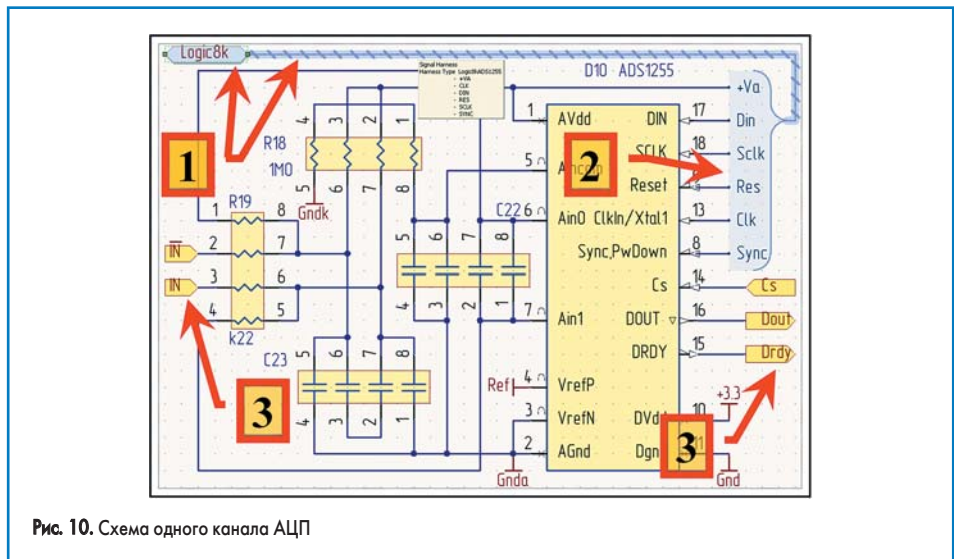

Рис. 10. Схема одного канала АЦП
- Итак, с учетом применения **Signal Harness**, схема представлена в следующем виде (рис. 10):
5. Теперь, после компиляции проекта и открытия листа канала АЦП (см. также рис. 10), первой открывается вкладка **Editor** схемы. В ней можно редактировать все элементы схемы.